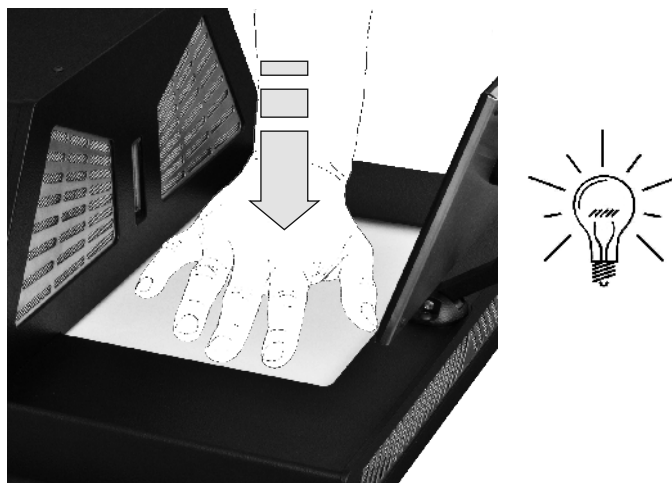

Рис. 17
3. Попросите обследуемого человека разместить руку на пробоотборной пластине и надавить на нее до появления звукового сигнала (см. рис. 17 стр. 17).
**Следите за оптимальным расположением руки на пробоотборной пластине (Рис. 17). Рука должна располагаться так, чтобы ладонь и пальцы руки полностью находились на пробоотборной пластине.**